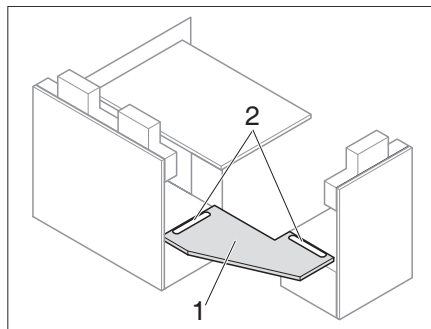
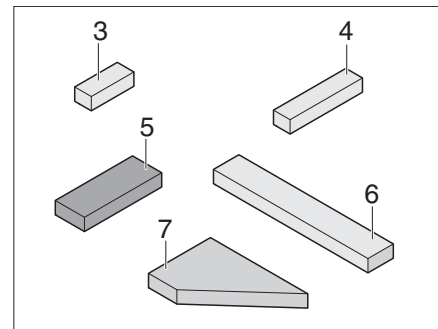
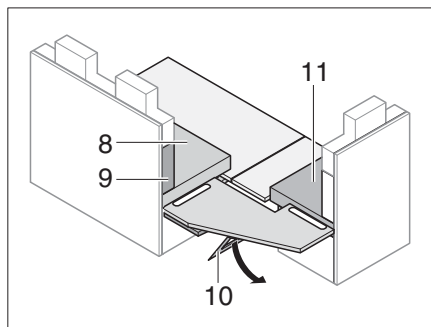
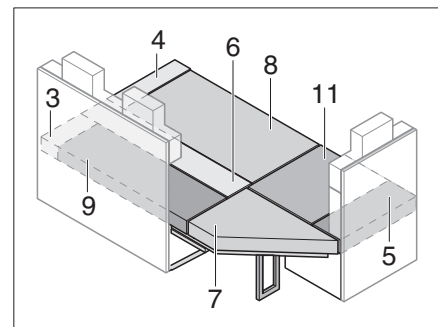

Bild 161 Sätt i förstärkningsplattan
Bild 162 Extradynor
Bild 163 Stöd förstärkningsplatta
Bild 164 Efter ombyggnaden
- Sätt in förstärkningsplatta (Bild 161,1) i spåren (Bild 161,2).
- Fäll ut stödet (Bild 163,10) under förstärkningsplattan (Bild 161,1).
- Lägg på sits-, ryggstöds- och extradynor så som visas på Bild 164 (positionsnumren hänvisar till Bild 162 och Bild 163).
- Fäll ut sittbänksförlängningarna (Bild 161).